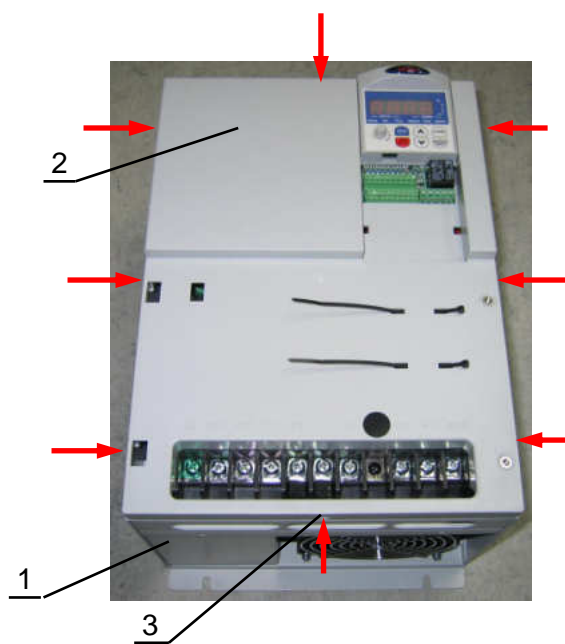

Рис.7.42
7.15.3. Установить верхнюю крышку (2) на корпус ПЧ (1) (рис.7.42). Вкрутить по боковому периметру верхней крышки восемь винтов (3) (расположение винтов обозначено красными стрелками).